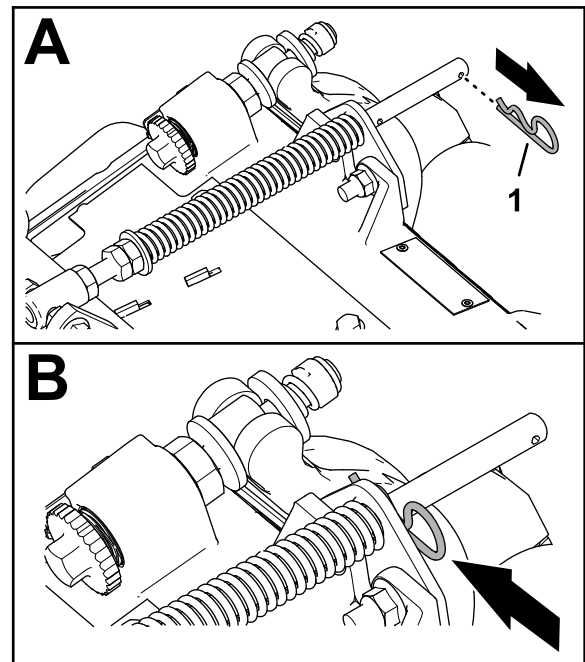

Bild 16
- Wenn der Splint im hinteren Loch der Kompensierungsfederstange installiert ist, entfernen Sie den Splint und setzen Sie ihn in das Loch neben der Halterung ein (**Bild 16**).